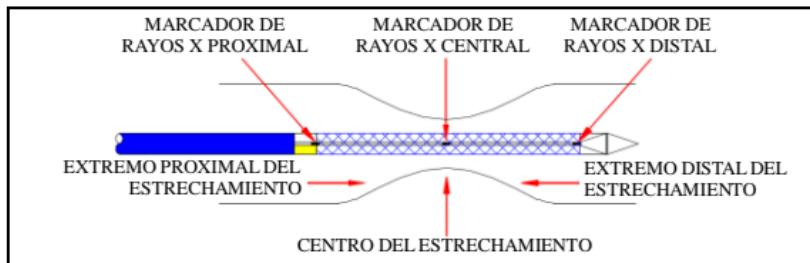

Figura 4
- Cuando el marcador de rayos X central alcance el centro del estrechamiento a tratar, continúe tirando el conector hacia atrás hasta que el stent se haya desplegado por completo. (Observe la figura 4, 5)